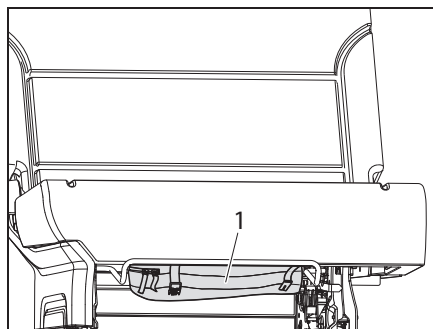

Figura 97 Bolsa de herramientas del vehículo debajo del banco de asiento
- ▷ La herramienta para cambiar neumáticos se encuentra en la bolsa de herramientas del vehículo (Figura 97,1) debajo del banco de asiento.